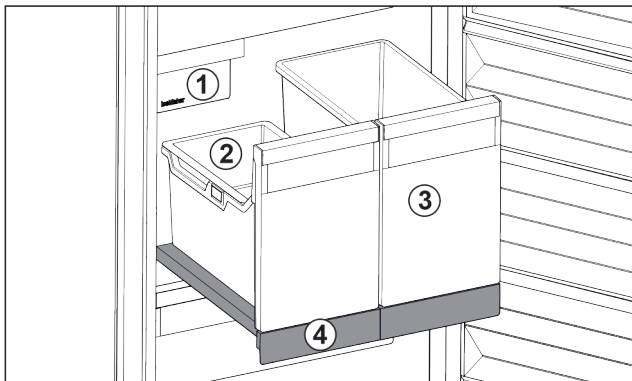

Fig. 99 Estante extraíble con IceTower
(2) Bandeja suspendida para cubitos de hielo
(4) Estante extraíble
En el estante extraíble hay dos recipientes altos (IceTower). En el recipiente Fig. 99 (2) se recogen y almacenan los cubitos de hielo del IceMaker. El recipiente Fig. 99 (3) es adecuado para conservar productos altos, como pizzas o bebidas alcohólicas.